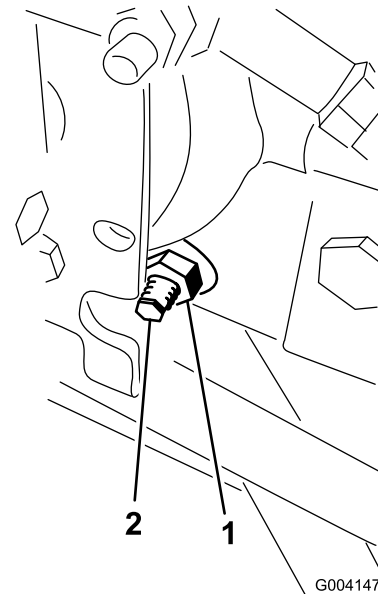

Bild 83
3. Lösen Sie rechts am Hydrostat die Sicherungsmutter an der Fahrtrieb-Einstellnocke (Bild 83).